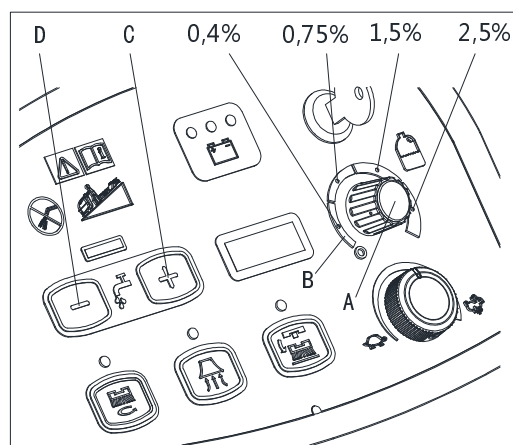

Рисунок 11
1. Поверните кнопку (А, Рис. 11) по часовой стрелке или против часовой стрелки, чтобы увеличить или уменьшить концентрацию моющего средства.